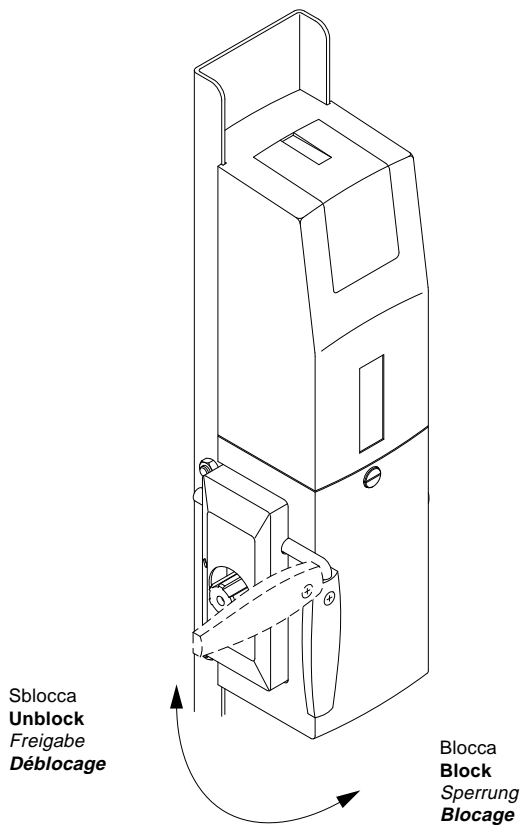

Fig.10
7.1 Sblocco interno a maniglia (fig. 10).
7.1 Handle internal release (fig. 10)
7.1 Déblocage interne de la manivelle (fig. 10)